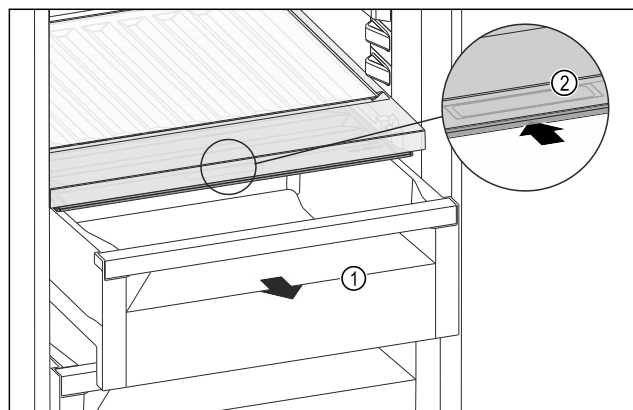

Fig. 204
- Estrarre il cassetto Fig. 204 (1).
- Afferrare la maniglia incassata Fig. 204 (2) sul coperchio dello scomparto e spingere allo stesso tempo all'indietro il coperchio dello scomparto.